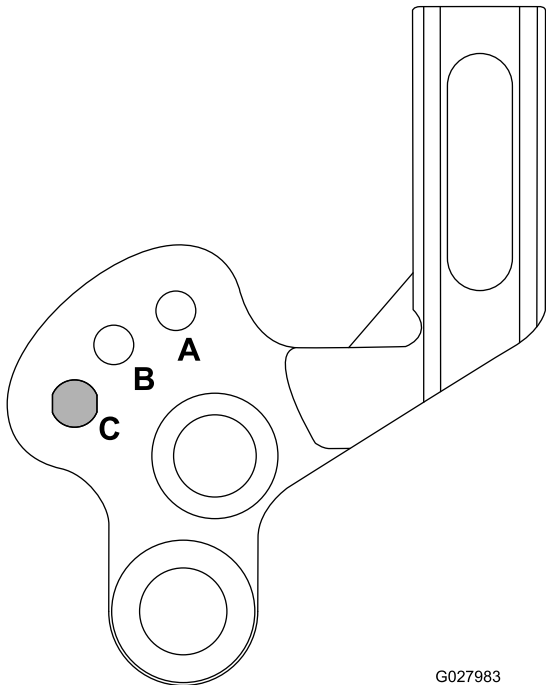

Figura 20
- B. Rode os braços para cima ou para baixo para a posição A ou B (Figura 20).
Quando desejar cortar sem o rastelo ou tiver de transportar a máquina, eleve o cilindro do rastelo para a sua posição de transporte como se mostra na Figura 20.